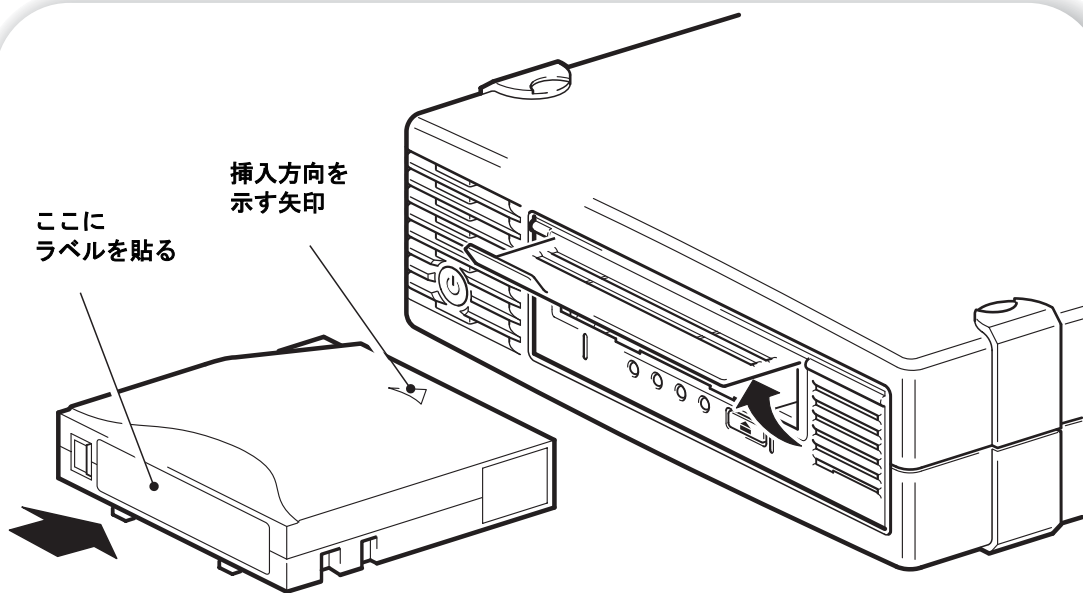

図 7a: カートリッジのロード
- 1 印がついている面が上に来るようにカートリッジを持ち、ドライブの前面にあるスロットに白色の矢印の方向にカートリッジの入り口を持ち上げて、挿入します。カートリッジがロードされ始めるまで、静かに押込みます (図 7a を参照)。